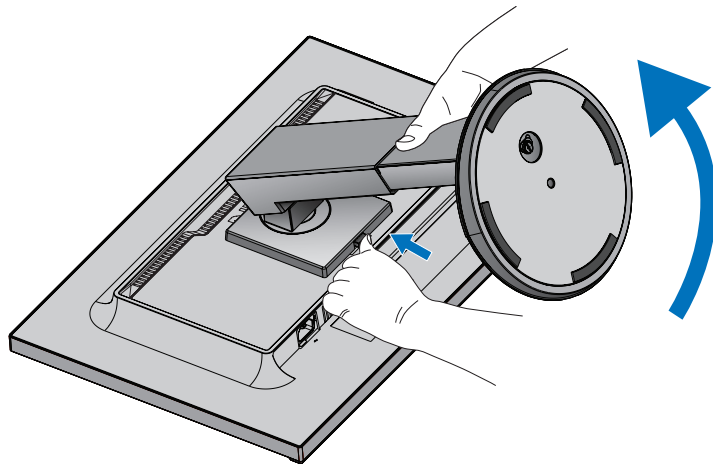

Figura S.1
3. Sistemare il monitor rivolto verso il basso su una superficie non abrasiva (**Figura S.1**).
4. Posizionare una mano attorno alla base e l'altra sul pulsante di sblocco rapido. Tenere premuto il pulsante di sblocco rapido nella direzione indicata dalle frecce (**Figura S.1**).
5. Sollevare il supporto per sganciarlo dal monitor (**Figura S.1**).